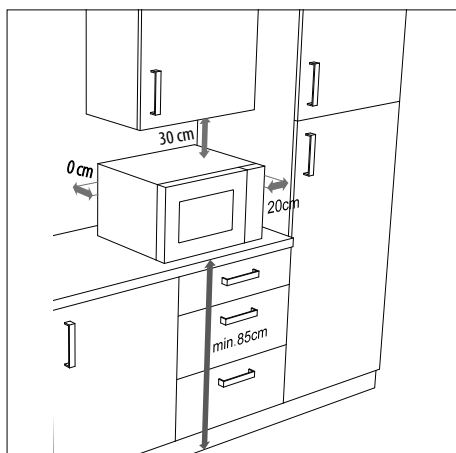

Fig. 2 – Distanza dell'apparecchio
- ▶ Per assicurare un'aerazione sufficiente, è necessario mantenere le distanze indicate nella "Fig. 2 – Distanza dell'apparecchio". Il distanziatore sulla parte posteriore dell'apparecchio deve poggiare contro la parete per garantire la corretta distanza tra parete e forno a microonde al momento del posizionamento.